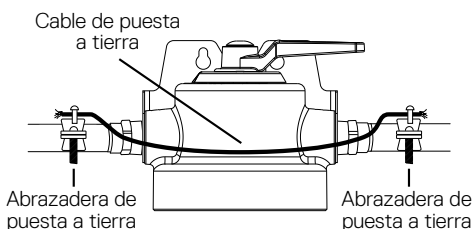

Figura 3
Connectez le fil de mise à la terre aux deux serres de mise à la terre, à l'aide du terminal à vis sur chaque serre de mise à la terre. Serrez solidement. (ver Figura 3.)
5. Para la instalación en tuberías metálicas: Instale una grapa de bajada a tierra en la sección de tubería de agua de metal entrante y una en la sección de tubería de agua de metal saliente. Cerciórese de que la cabeza del filtro, los accesorios y las válvulas se encuentren entre las dos abrazaderas de puesta a tierra. (ver Figura 3)